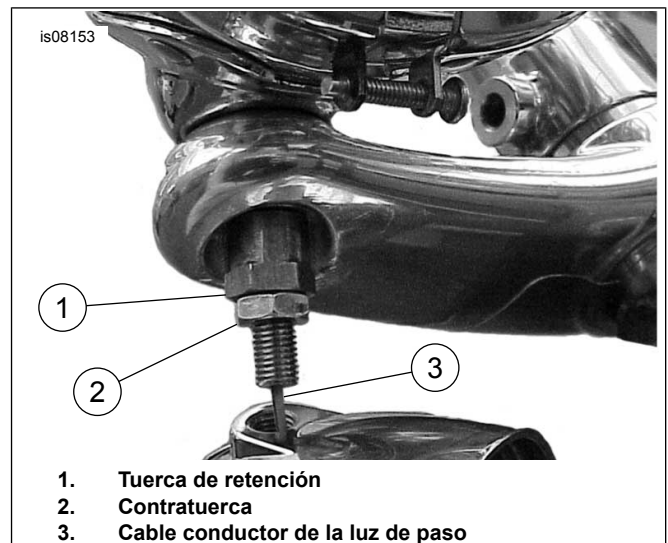

Figura 9. Instalación de la tuerca de retención y la contratuerca
7. Vea Figura 9. Pase el cable conductor de la luz de paso a través de la tuerca de retención nueva e instale la tuerca de retención nueva (N/P 68323- 01) en la rosca de la luz de paso. Apriete la tuerca de retención en su posición.